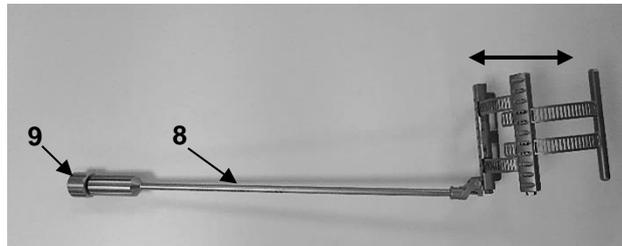

Fig. 8
La Treede Maxposition lama può essere sollevata o abbassata tramite la guida a gancio (8) ruotando il dado di fissaggio (9) in senso orario o antiorario (Fig. 8).